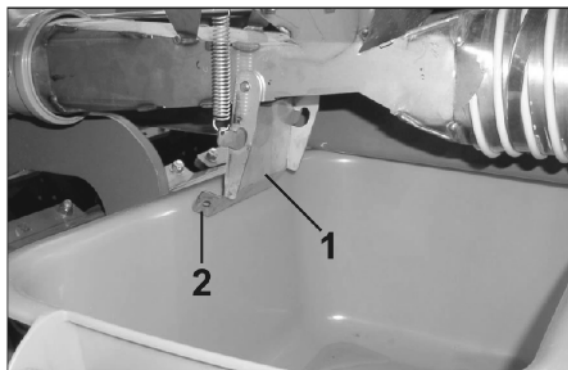

Рис. 103
- Откройте клапан загрузочной воронки (Рис. 103/1), чтобы посевной материал/удобрение мог поступать в лоток.
Опасность сжатия при открытии и закрытии клапана загрузочной воронки (Рис. 103/1)!
Беритесь только за накладку (Рис. 103/2) клапана загрузочной воронки, иначе имеется опасность травмирования от удара пружинного клапана.
Никогда не проникайте руками в зону между клапаном загрузочной воронки (Рис. 103/1) и загрузочной воронкой!